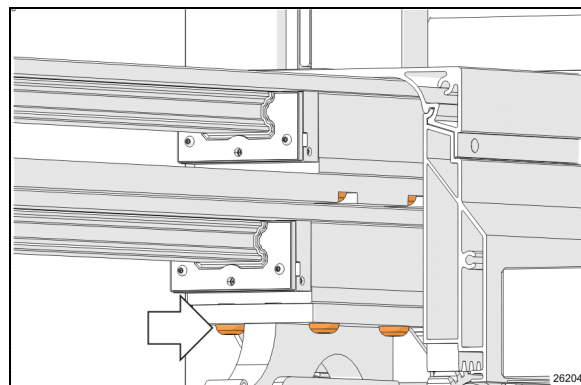

FIGURE 46: VIS D'ASSEMBLAGE DU PALIER INFÉRIEUR
- 13 Réinstaller les vis de montage du chariot inférieur (Figure 46)